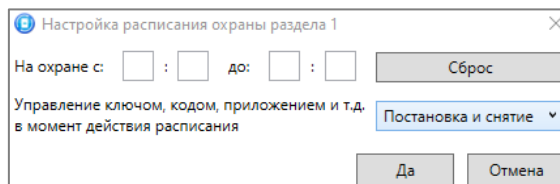

Рисунок 4.34 — Настройка расписания охраны раздела
- **Расписание:** позволяет установить интервал времени, в течение которого раздел должен находиться на охране (можно задать не только интервал времени, но и указать только начало периода или только его конец). Персоналу объекта можно как предоставить возможность управлять режимом охраны раздела вручную в период действия расписания, так и запретить любые изменения режима охраны раздела (см. рисунок 4.34).